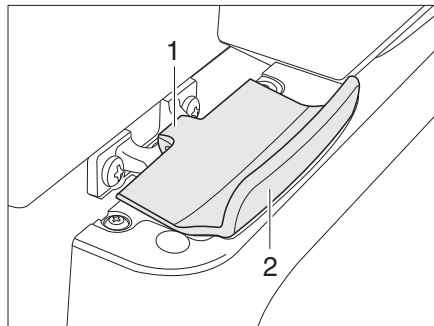

Fig. 142 Dispositif de verrouillage de la porte du réfrigérateur, fermé (Thetford)
- Ouvrir la porte du réfrigérateur sur la poignée (Fig. 142,2). Le verrouillage (Fig. 142,1) sera débloqué automatiquement.